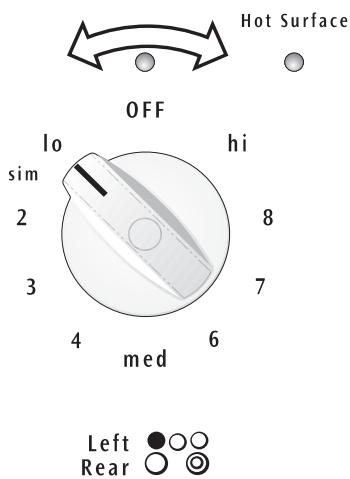

Fig. 1
2. Enfoncez et tournez le bouton de commande vers la gauche ou la droite, selon le réglage désiré (reportez-vous au **Tableau des réglages suggérés pour les éléments radiants** et à la figure 1). Débutez la plupart de vos cuissons par un réglage plus élevé puis, baissez le réglage pour terminer la cuisson. Les boutons n'ont pas à être réglés à un repère particulier. Utilisez les réglages comme repère et ajustez le bouton de commande selon le besoin. Chaque élément de surface fournit une quantité de chaleur constante à chacun des réglages. Une zone de chauffe de couleur rouge brillante, dépassant du bord inférieur de l'ustensile, indique que l'ustensile est **trop petit** pour la zone en particulier.